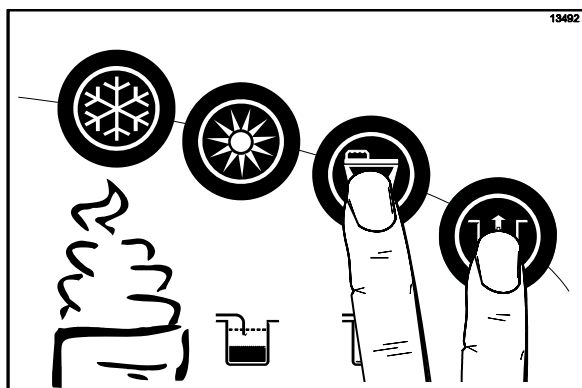

Figura 163
10. Pressione os símbolos LAVAR e BOMBEAR   e feche a válvula de extração. (Veja a Figura 163.)